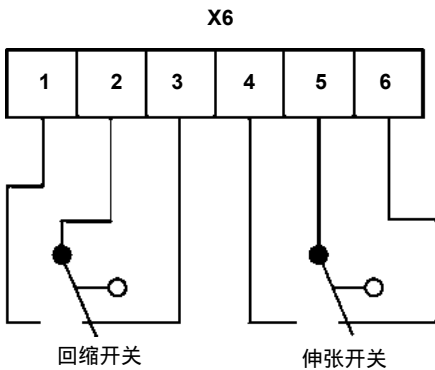

图24 AEL5951辅助限位开关
3.6.6部分说明了如何连接限位开关至连接线端。将伸张和回缩的限位开关分别安装在位置C和D.见图24.